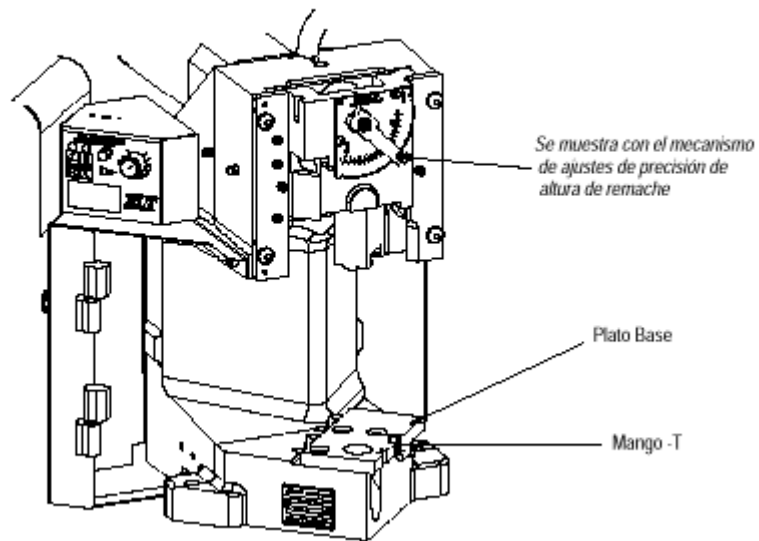

Figura 5
- **El plato base** proporciona la superficie de montaje en la que el aplicador será instalado. La característica del seguro de rápida liberación permite una instalación y remoción fácil y rápida del aplicador. Vea la Figura 5.
1. Afloje el mango-T (VEA LA Figura 5) y deslice el sujetador de la base de aplicación hacia abajo.